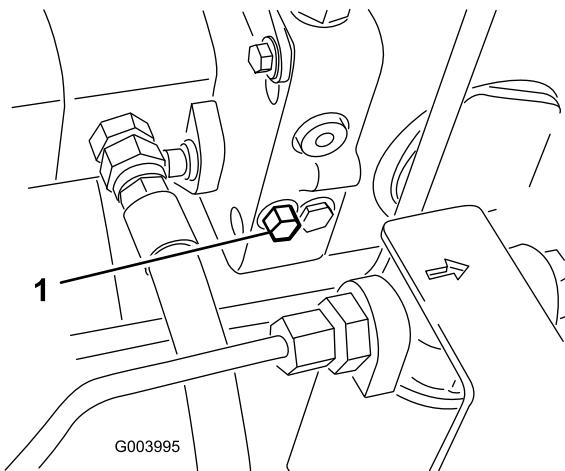

Figura 25
1. Individuate la valvola di bypass sul lato sinistro dell'idrostatato (Figura 25).